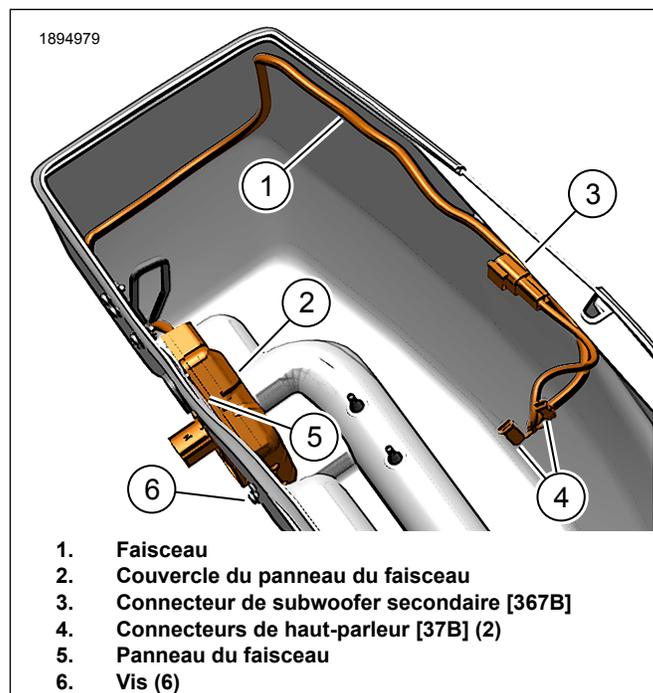

Figure 3. Panneau de faisceau d'amplificateur
- a. Voir la figure 3. Installer le panneau du faisceau (5).
- b. Poser les vis (6). Serrer.
5. Voir la figure 3. Installer le couvercle du panneau du faisceau (2).
6. Voir la figure 3. Le faisceau intérieur sera acheminé comme indiqué. Des dispositifs d'ancrages/serre-câbles et des guide-fils seront utilisés lors de l'installation du kit subwoofer.